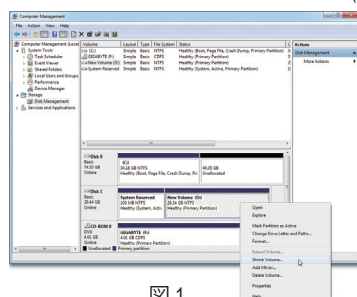

図 1
- ステップ2 格納パーティションを作成する SSD を選択します (SSD が割り当てられていない場合はまず新しいパーティションを作成します)。続いて選択したパーティション上で右クリックして **Shrink Volume** を選択します。(図 1)